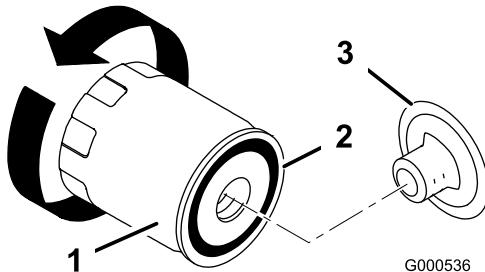

Bild 27
9. Wechseln Sie den Ölfilter bei Bedarf (Bild 27).
2. Entfernen Sie den Altfilter und wischen die Dichtfläche am Anbaustutzen (Bild 27) ab.
3. Ölen Sie die Gummidichtung am Ersatzfilter (Bild 27) leicht mit Frischöl ein.
4. Setzen Sie den Ersatzölfilter auf den Anbaustutzen auf. Drehen Sie den Ölfilter nach rechts, bis die Gummidichtung den Anbaustutzen berührt. Ziehen Sie ihn dann um eine weitere 1/2 bis 3/4 Umdrehung fest (Bild 27).